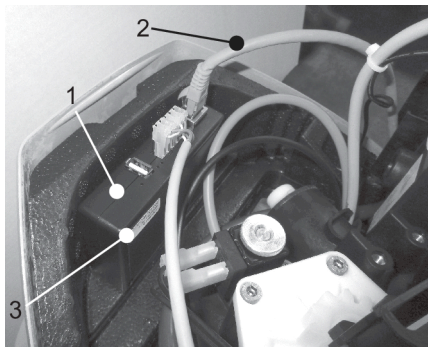
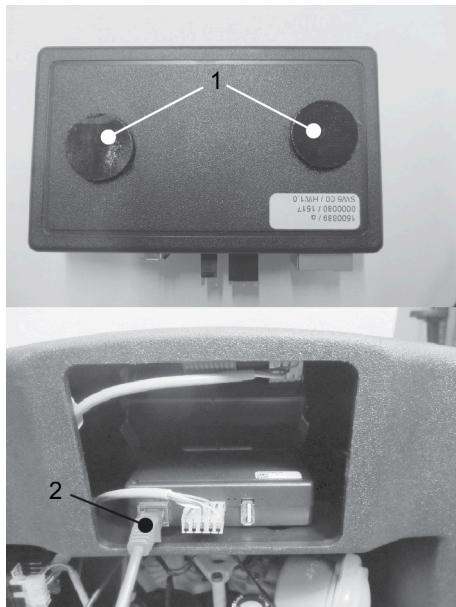

Fig. 2: Mise en place du module pour SOFTwell P / S et i-soft 5 TGA
Fig. 3: SOFTwell K: Fixation à l'aide de tampons adhésifs auto-agrippants / position de montage
Pour SOFTWELL P , SOFTWELL S et i-soft 5 TGA (Figure 2):
Pour SOFTWELL K (Figure 3):
- Emboîter le câble LAN dans la prise LAN du module de connectivité (cf. Figure 2 pour SOFTwell P, SOFTwell S et i-soft 5 TGA / cf. Figure 3 pour SOFTWELL K).